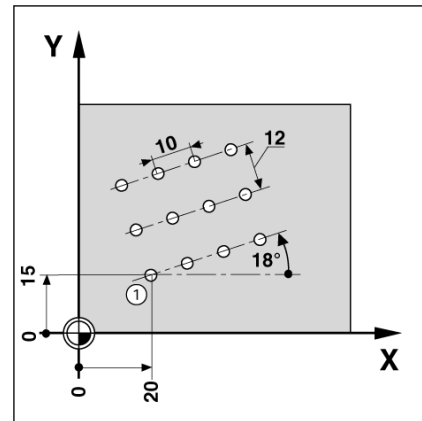

Abb. I.40 Beispiel Lochreihe
**Beispiel: Lochreihe eingeben und ausführen (Siehe Abb. I.40, Abb. I.41 & Abb. I.42).**